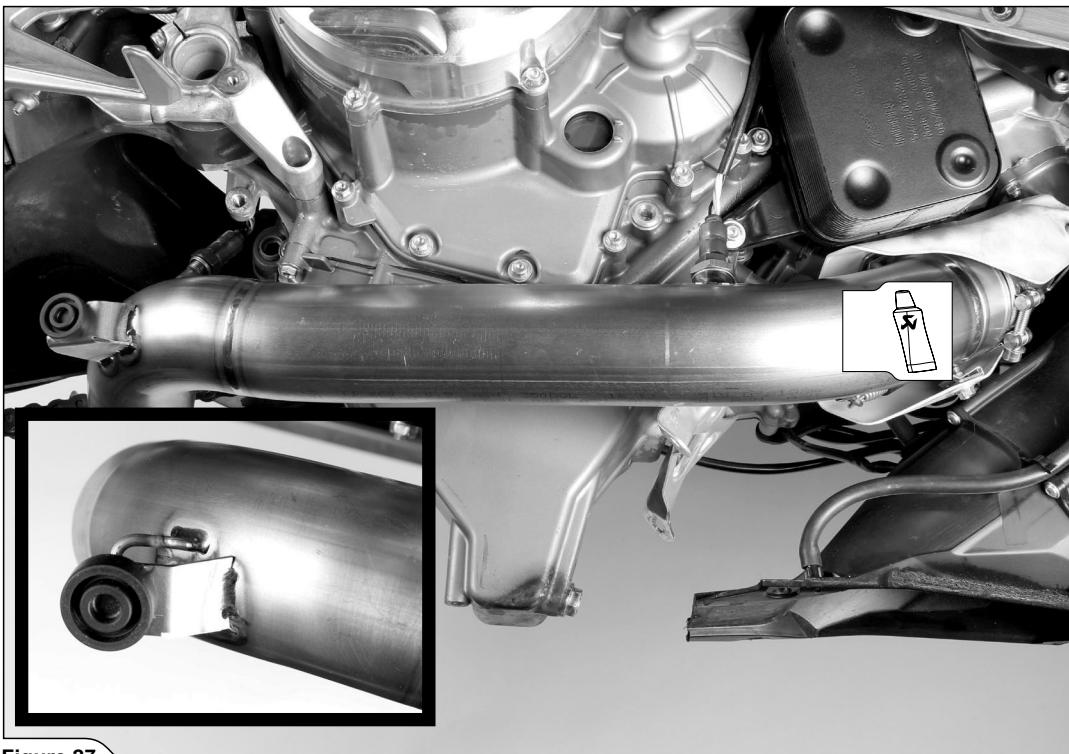

Figure 27
- Transférer l'entretoise en caoutchouc d'origine sur le tuyau de raccordement Akrapovič, faire coulisser le tuyau de raccordement avant sur le collecteur, accrocher le ressort et serrer la sonde lambda (Figures 27, 28).